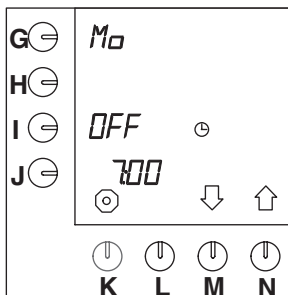

Abb. 43 Vorheizen des Behälters
- Im Display erscheint "AuS" in der Position neben der Programmier Taste (I.) (Abb.43).